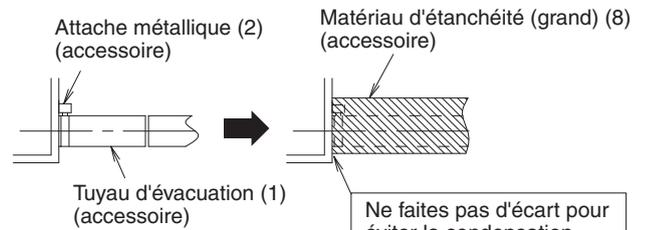
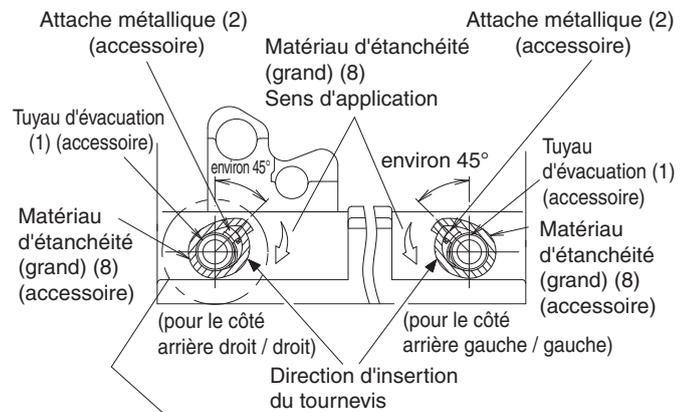

Fig. 25
Fig. 26
- Assurez-vous d'utiliser le tuyau d'évacuation fourni (1) et l'attache métallique (2). Insérez également le tuyau d'évacuation (1) dans la base du support d'évacuation, puis serrez fermement l'attache métallique (2) au niveau du support d'évacuation.
**(Reportez-vous à la Fig. 25 et Fig. 26)**
(Installez l'attache métallique (2) de manière à ce que la pièce de serrage se trouve dans la plage d'environ 45° comme indiqué dans la Fig. 26.)
- Pliez l'extrémité de l'attache métallique (2) de manière à ce que le matériau d'étanchéité ne gonfle pas. **(Reportez-vous à la Fig. 26)**
- Lorsque vous effectuez l'isolation, enroulez le matériau d'étanchéité (grand) (8) joint en commençant par la base de l'attache métallique (2) et du tuyau d'évacuation (1) dans le sens de la flèche. **(Reportez-vous à la Fig. 25 et Fig. 26)**